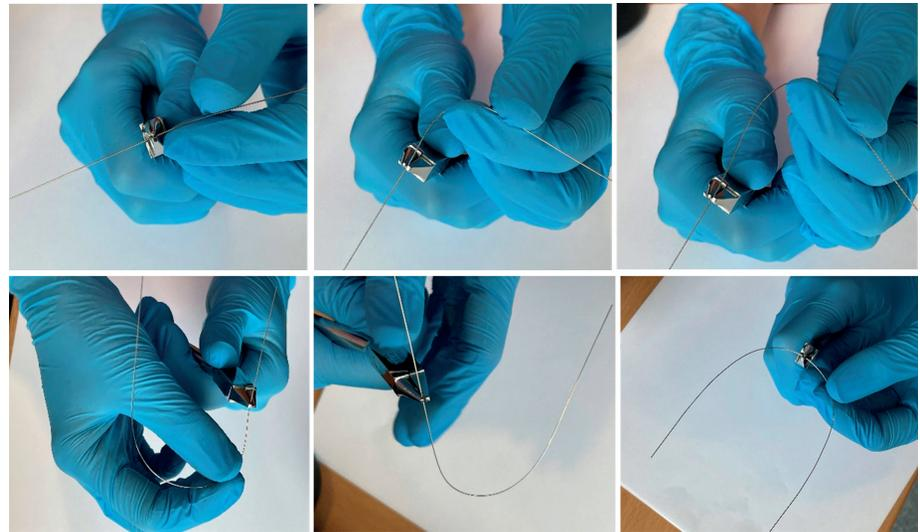

Figura 1.2.2.
- ~ Ir adecuándolo y corrigiendo errores para ir adaptándolo a su forma (figura 1.2.2).